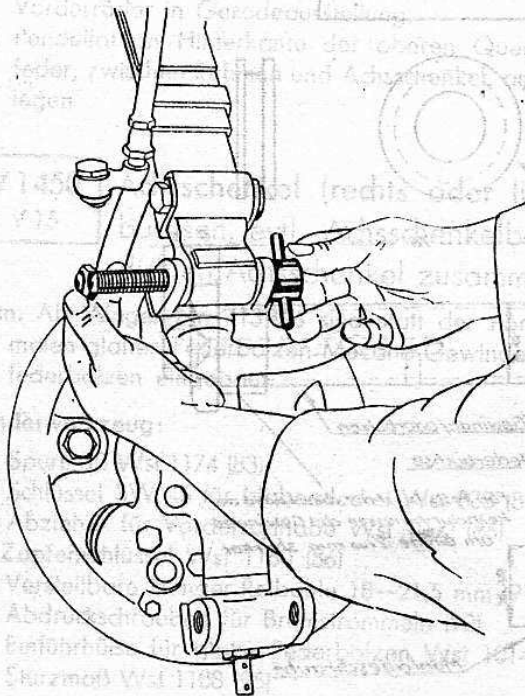

Bild 134
7. Vorderen Dichtring (Buna) einlegen, Montageschraube etwas lösen und gut eingöhlten Gewindefederbolzen von vorn einschrauben (Bild 134). Wenn das Federbolzengewinde in das Gewinde der Federbuchse eingreift, sind die Abstände zu prüfen. Der Abstand A soll mindestens 4 mm und darf höchstens 6 mm sein. Zum Nachprüfen Flacheisen (4 mm stark) in den Zwischenraum A legen und Federbolzen vorsichtig weiterdrehen, bis Gewinde faßt. Je nach Sitz der Federbuchse kann der gewünschte Abstand von 4 mm bis höchstens 6 mm betragen, da das Gewinde 2 mm Steigung hat.